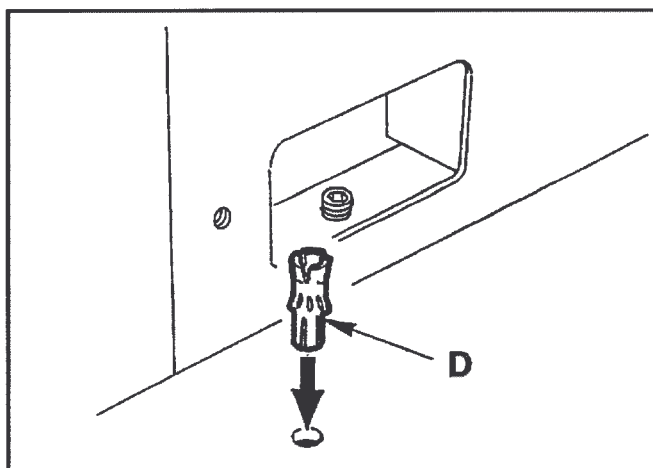

Fig. 05-03
- Forare ed inserire i quattro "tappi STOP" "D" - Fig. 05-03